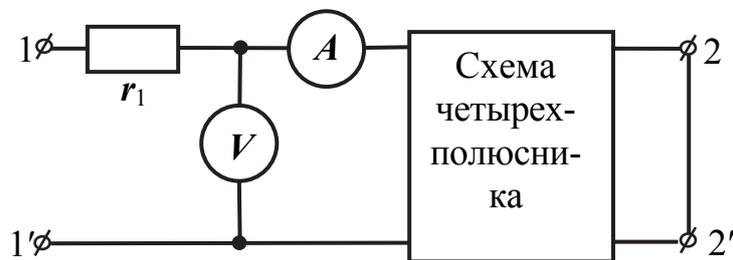

Рис. 16.3
3. Провести опыт короткого замыкания со стороны входных зажимов в соответствии с рис. 16.3, т.е. зажимы 2 – 2' закорочены. При этом измерить ток и напряжение на входе и сдвиг фаз между входным током  $I_{1К}$  и входным напряжением  $U_{1К}$ .